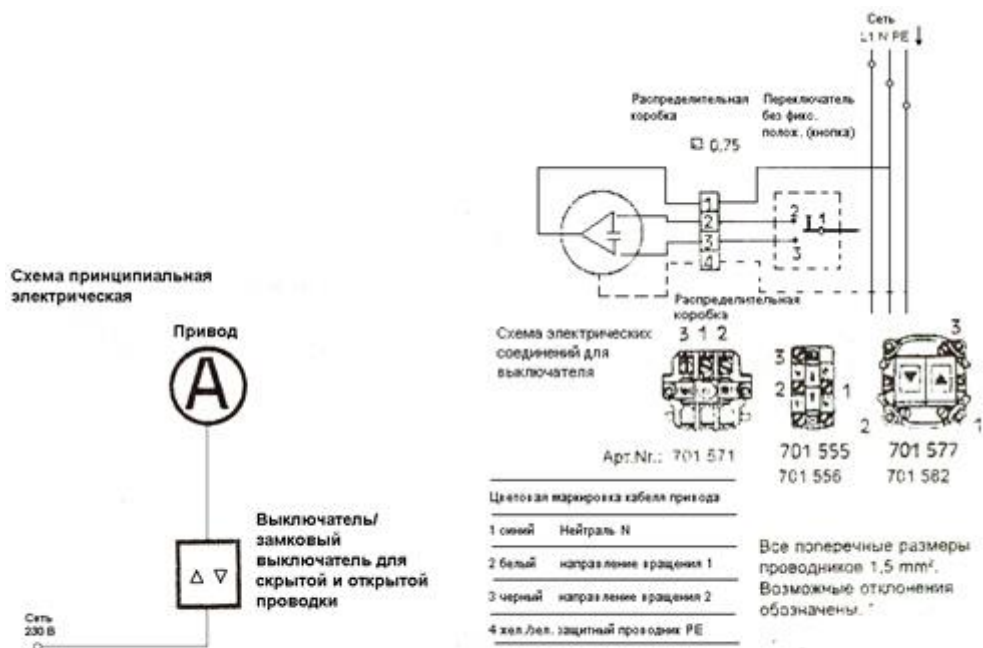

Рис. 16. Схема подключения одиночного выключателя.
19. Подключить кабель привода и сетевой электропровод к выключателю в соответствии с требованиями по монтажу двигателей SOMFY (или другого двигателя) (рис.16). Если требуется подключить сразу несколько приводов, радиоуправление, систему NERO, то необходимо воспользоваться документацией, которую можно получить в техническом отделе.